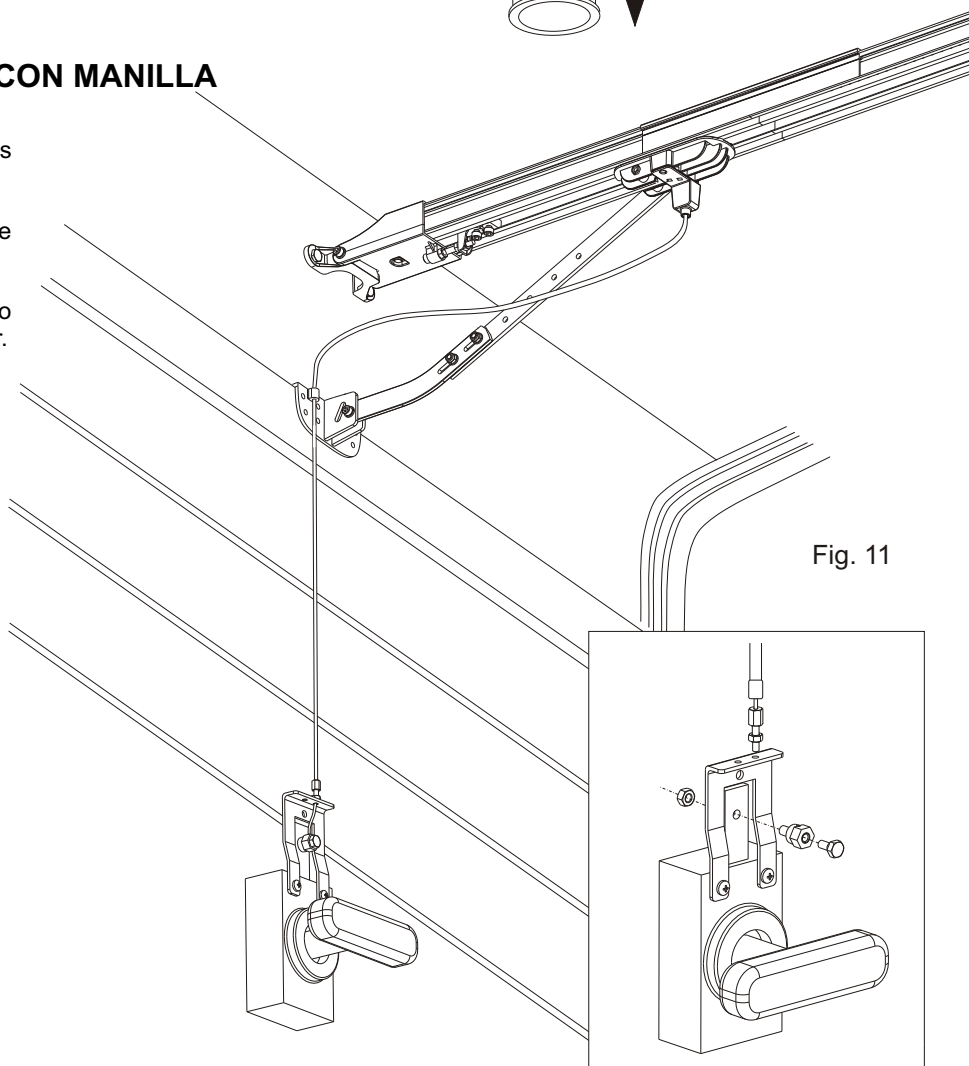

Fig. 11
- Gire la manilla y abra la puerta manualmente (Fig. 11).